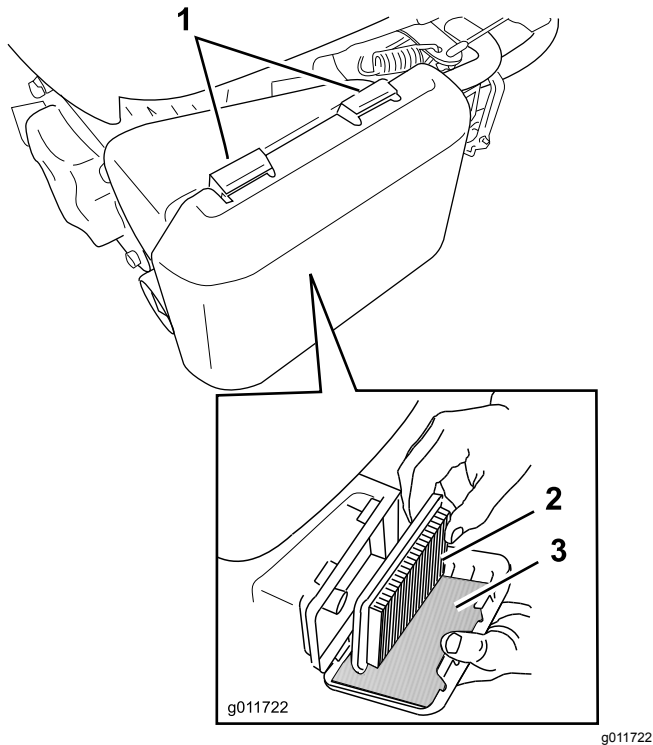

Figura 25
1. Presione hacia abajo los cierres de la parte superior de la tapa del filtro de aire (Figura 25).
3. Retire el filtro de aire de papel y el pre-filtro de gomaespuma (Figura 25).